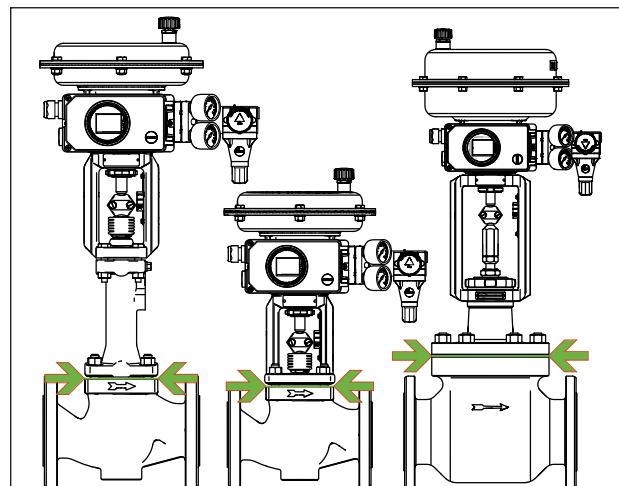

Рис. 13: Граница изоляции регулирующих клапанов (пример)
- ⇒ Изолируйте регулирующие клапаны до фланца крышки корпуса клапана, см. Рис. 13. Это также относится к исполнениям с сильфоном или изолирующей вставкой при температуре среды ниже 0 °C или выше 220 °C. Если изолирующая ставка также изолируется, она теряет свою функцию!